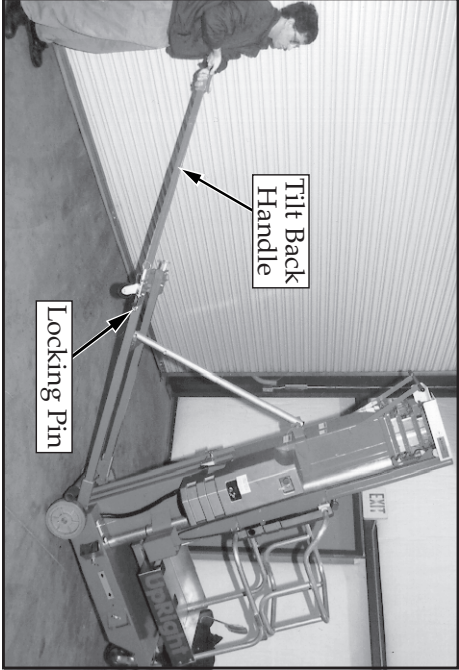

Figure 8: Lowering and raising with Tilt Back Handle
4. Extend Tilt Back Handle to the tilt/lift position by releasing locking pin and pulling handle out of the Tilt Back assembly until the locking pin engages (Figure 8).
5. Push down on the Tilt Back Handle until the unit comes to rest on the Tilt Back frame. As the mast tilts back, counterbalance the machine's weight by increasing upward force on end of Tilt Back Handle (Figure 8). This allows machine to gently come to rest on Tilt Back casters.
3. Lift up on the Tilt Back Handle. As the mast approaches vertical, counterbalance machine's weight by increasing the downward force on end of Tilt Back Handle (Figure 8). This allows machine to settle gently on the front casters.
4. Para extender la barra de volteo a la posición volteo/levante, saque el pasador de enganche y tire del asa del ensamble de volteo hasta que el pasador de enganche se encaje (fig. 8).
5. Empuje hacia abajo el asa de la barra de volteo hasta que la unidad descane sobre el marco-soporte. A medida que el mástil caiga, sostenga el peso empujando hacia arriba el asa (fig. 8). Con ello asegurará que la máquina se apoye suavemente en las ruedas.
3. Levante la barra de volteo por el asa. A medida que el mástil se pare sostenga firme la barra de volteo por el asa (fig. 8) mientras baja suavemente la máquina sobre las ruedas.